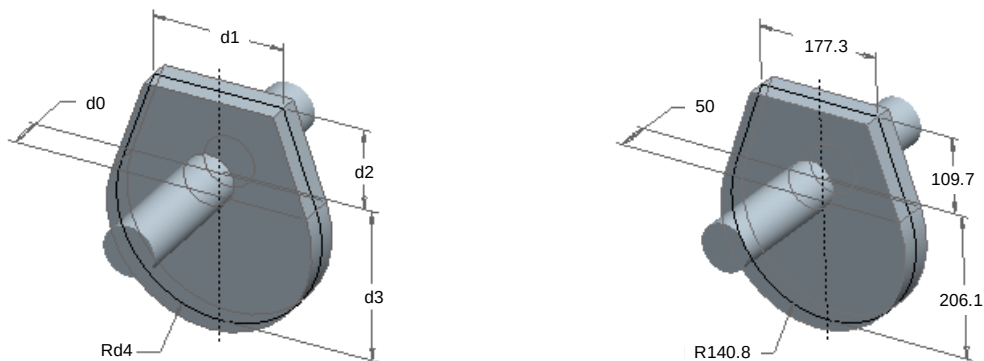

图 11.5.7 模型
④ 单击 **确定** 按钮。
(2) 在“多目标设计研究”对话框中单击“新建设计研究”按钮 ，在 **研究名称** 下面的文本框中输入研究的名称，本例采用系统默认名称“DS1”。
(3) 选取变量（X 轴对象），即从模型中选取要分析的可变尺寸或参数，其操作方法为：
- ① 在“多目标设计研究”对话框中单击“设置主表”按钮  来设置主表。
- ② 在弹出的“主表”对话框中，单击 **设计变量** 区域中的“添加尺寸变量”按钮 .
- ③ 在模型树中单击拉伸 1。
- ④ 在图 11.5.7 所示的模型中，选取尺寸 177.3、109.7、206.1、R140.8。